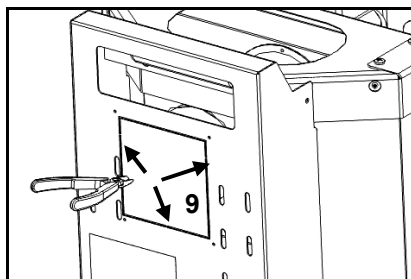

Figura 40 – Retirada de la tapa posterior
g) En la parte posterior del equipo, retire la tapa marcada en la Figura 40, cortando en las áreas marcadas con un alicate de corte (9).